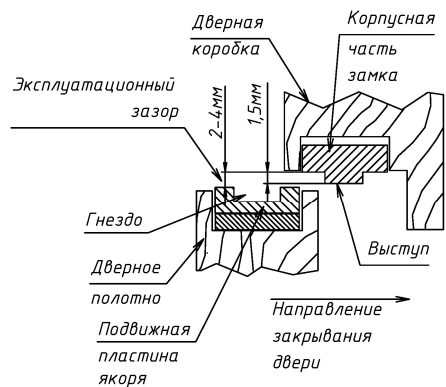

Рисунок 9
2.7 Эксплуатационный зазор между рабочими поверхностями корпусной и якорной частей от 2 до 4 мм (рисунок 9).
6.8 Допустимый «эксплуатационный зазор» между рабочими поверхностями якорной и корпусной частей после окончательного монтажа замка должен быть в пределах от 2 до 4 мм (рисунок 9).